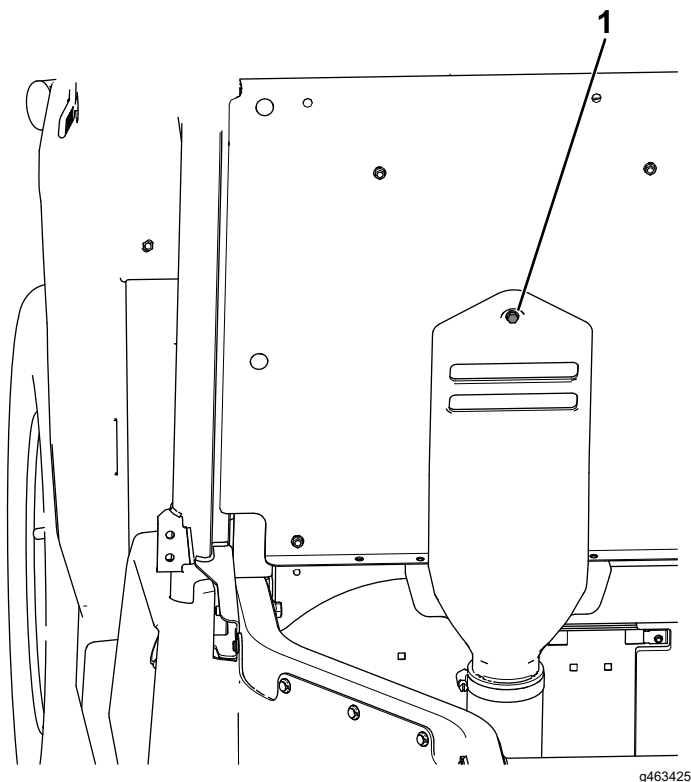

Figura 66
- F. Inserte el perno cautivo que está conectado a la cubierta de admisión de la CVT en el orificio indicado del panel del asiento (Figura 66).